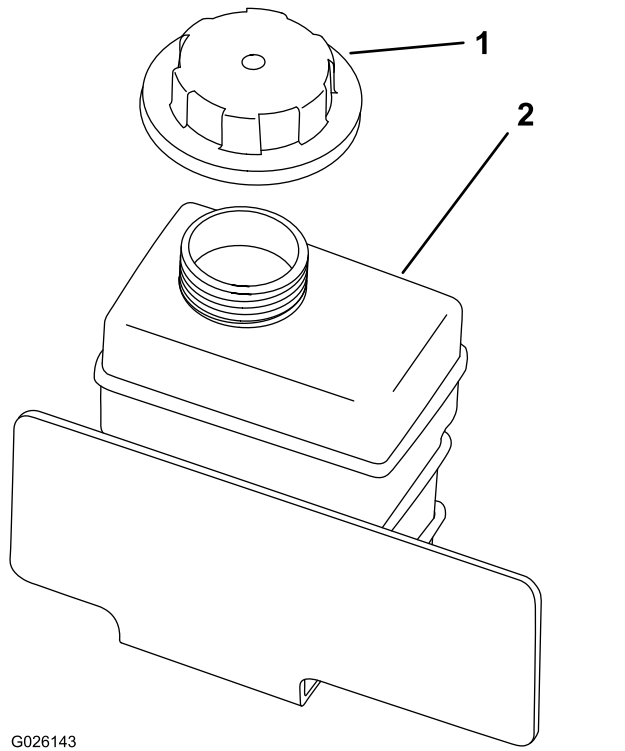

図 55
8. 補助タンクにも、補給管の根元までゆっくりと冷却液を補給する 図 55。
9. 補助タンクのキャップを取り付けて終了 図 55。